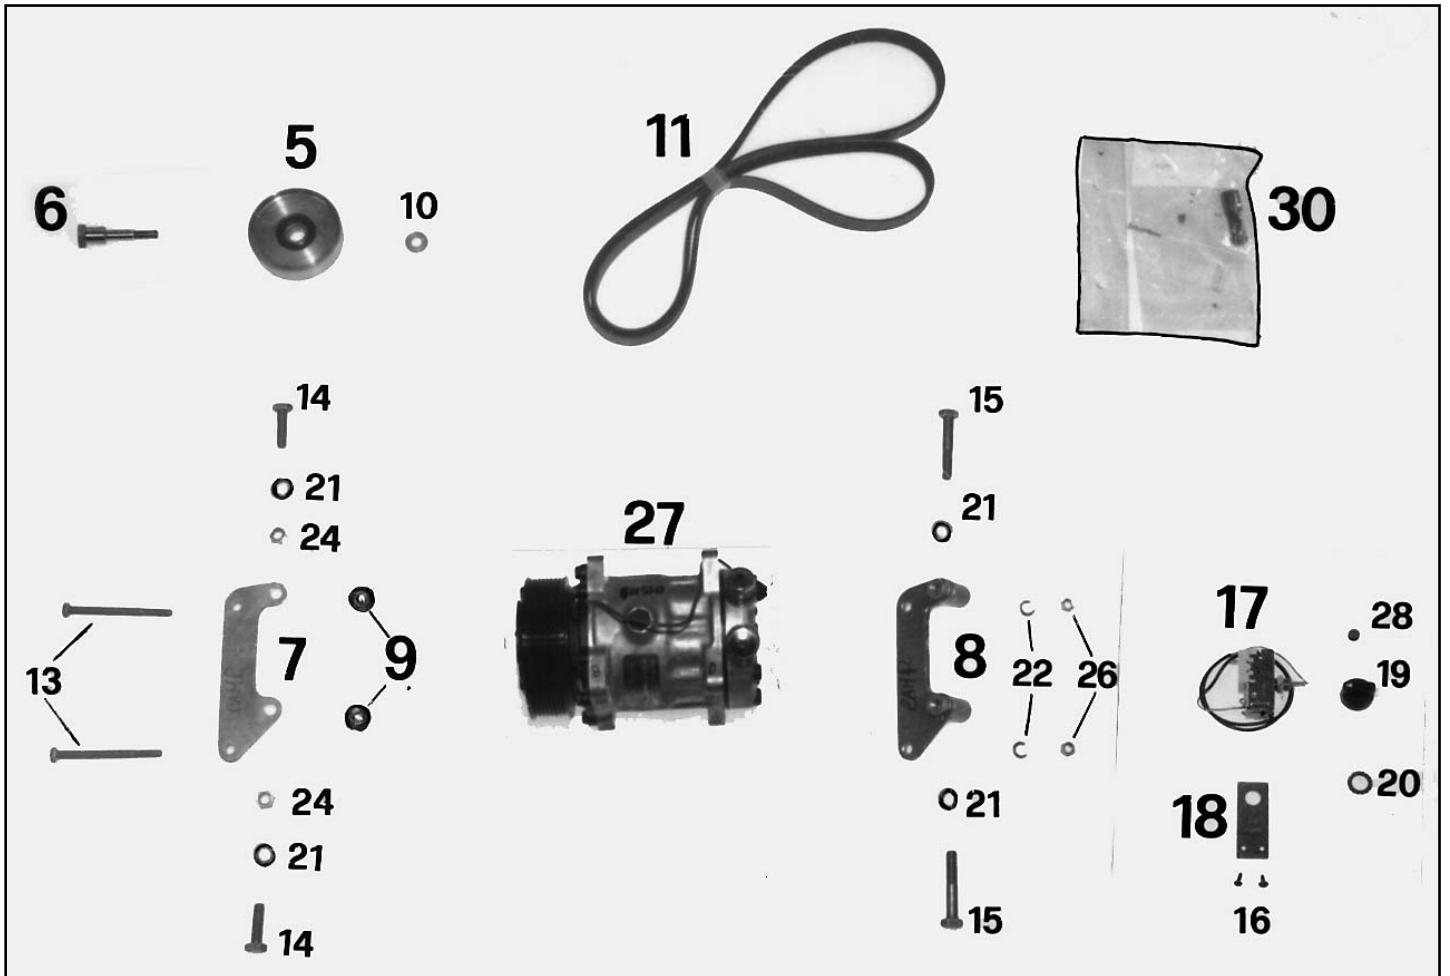

FIG. 1
All numbers quoted in the next and under the photos refer to the components supplied of the air conditioning unit. One must therefore refer to the kits shown in fig. 1, 2, 3, 3.1 and 4.
Alle Ziffern im Text und der Abbildung 1, 2, 3, 3.1 und 4 beziehen sich auf vorhandene Bestandteile des Bausatzes.
**ELENCO MATERIALE FORNITO (FIG. 1)
LISTE DU MATERIEL FOURNI (FIG. 1) / LIST OF SUPPLIED MATERIALS (FIG. 1)
VERZEICHNIS DES GELIEFERTEN MATERIALS (ABB. 1) / LISTA MATERIAL ABASTECIDO (FIG. 1)**